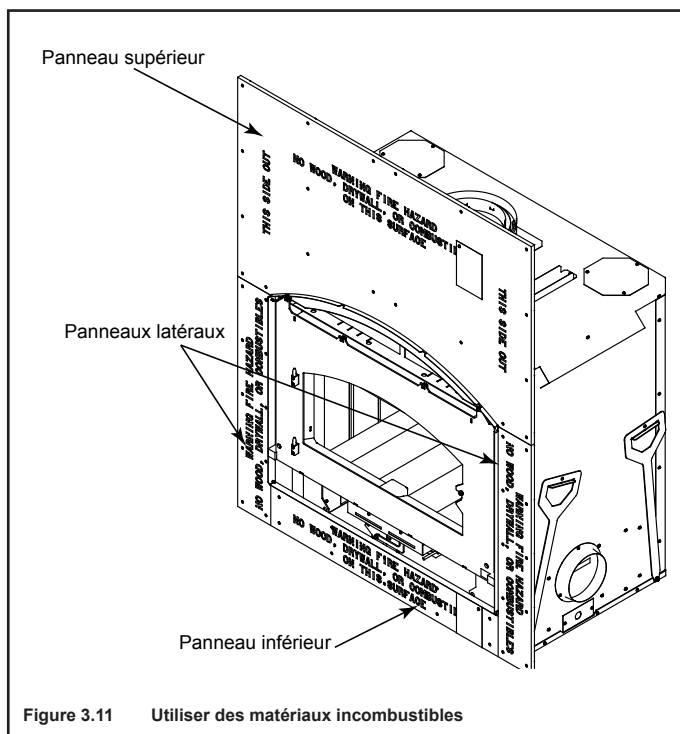

Figure 3.11 Utiliser des matériaux incombustibles
- Fixez le panneau inférieur au fond du foyer extérieur avec les vis fournies, en veillant à ce que le panneau soit centré. **NE PAS retirer les étiquettes volantes**. Fixez les pièces latérales à la coque extérieure et aux éléments de charpente. Voir la figure 3.11.